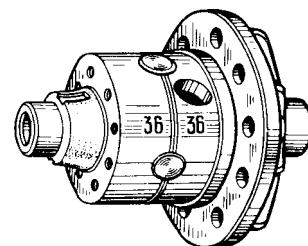

Рис. 9.7. Установка коробок сателлитов по меткам
6. Установите шестерню полуоси с упорной шайбой в сборе в правую коробку сателлитов. Придерживая шестерню полуоси, установите правую чашку сателлитов на левую так, чтобы метки (рис. 9.7) (порядковые номера) обеих чашек были совмещены.